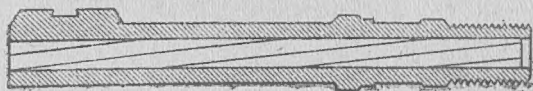

Рис. 3. Ствол
6. Ствол (рис. 3) служит для направления полета пули.